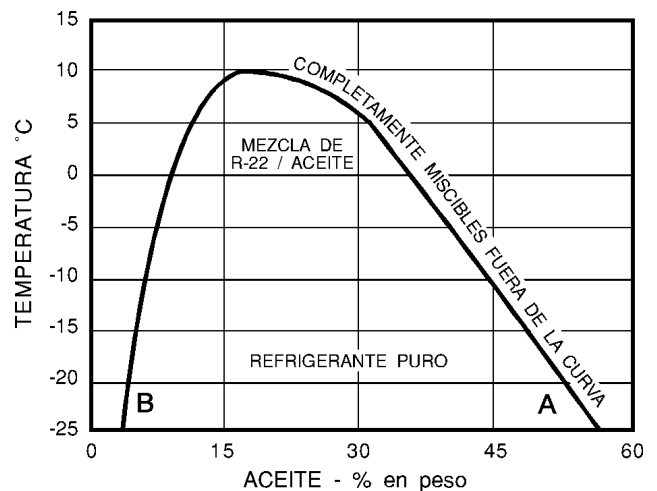

Figura 4.6 - Solubilidad de R-22 en aceite mineral de viscosidad 300 SUS (68 cSt).
**Refrigerante 22.** Este refrigerante es menos soluble en aceite que el R-12, y bajo ciertas condiciones, su solubilidad puede ser tan baja y la viscosidad del aceite tan alta, que haya poca fluidez haciendo que el regreso del aceite al compresor represente un problema. A temperaturas entre -7 y 10°C se pueden formar dos capas, dependiendo del tipo de aceite y la cantidad presente del mismo (figura 4.6).
La figura 4.6 muestra las condiciones de temperatura y concentración para el R-22 y un aceite mineral de viscosidad 300 SUS. Fuera de la curva, son completamente miscibles y forman una sola fase líquida. Pero en cualquier punto dentro de la curva, existirá una separación de dos capas líquidas. Por ejemplo, a -20°C, la capa rica en aceite (superior) contiene aproximadamente 52% de aceite y 48% de R-22 punto "A", mientras que la capa inferior contiene aproximadamente 97% de R-22 y 3% de aceite, punto "B".